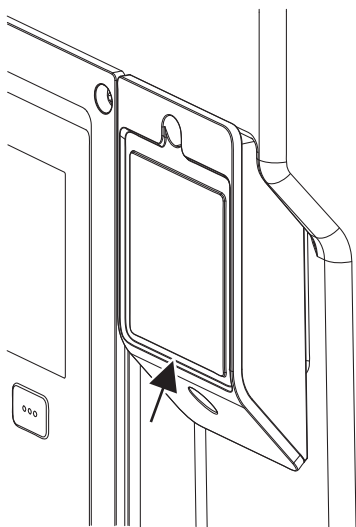

Fig. 27: Капак за модул Wilo-Smart Connect Modul BT
1. Развийте винта на капака на модула Wilo-Smart Connect (Fig. 27) и отворете капака.
Въз основа на конструкцията модулетът Wilo-Smart Connect Modul BT може да се поставя само в една посока. Друго фиксиране на модула не е възможно. Капакът на модула на Wilo-Smart Connect (Fig. 27) върху горната част на електронния модул придържа модула в интерфейса.